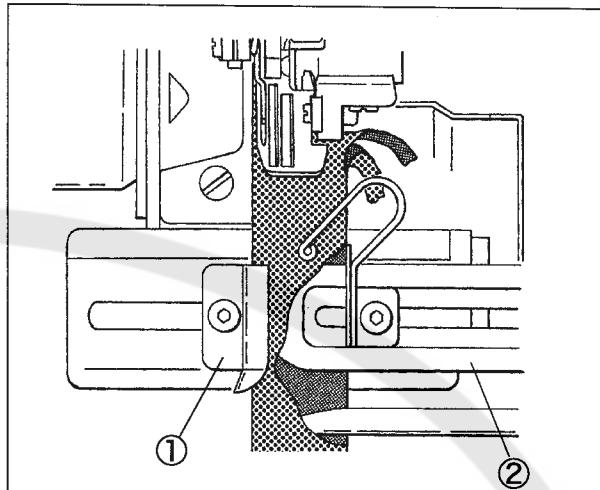

図22
- (1) トグルスイッチを膝で押し、布ガイド①と定規②を開く。
- (2) リブ地を2つ折りにして定規にセットする。(図22参照)
- (3) もう一度トグルスイッチを押して、布ガイド①と定規②を閉じる。
- (4) 押エを上げて各ローラにリブ地を掛ける。
- (4) ペダルを踏み返して押エを上げ、リブ地を各ローラに掛ける。その上に身頃の生地を置く。
- (5) ペダルを踏み込み、押エを下ろして縫う。
- (6) 縫い始め部分が定規②に近づいたら、トグルスイッチを押して定規②を開き、残りの部分を縫う。